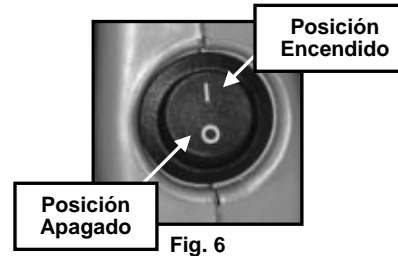

Fig. 6
- El botón de encendido tiene dos posiciones. (Fig. 6)